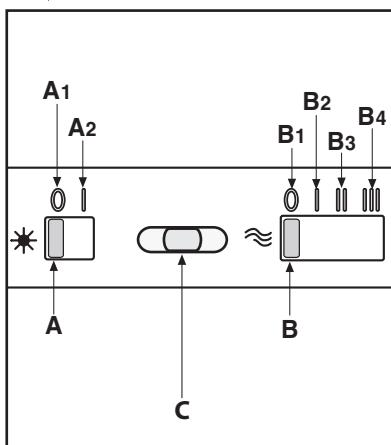

Fig.7
• Comandi slider (Fig.7) la simbologia è di seguito riportata: